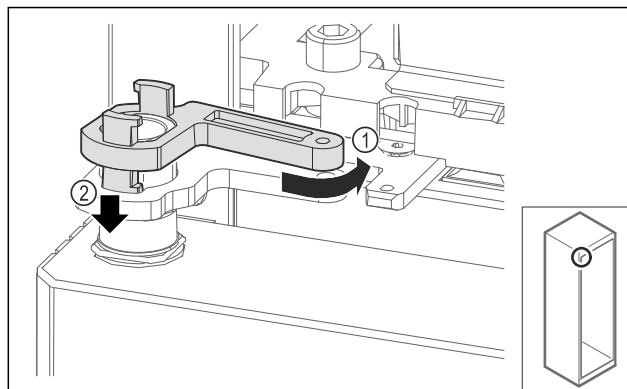

Fig. 71
- Drei låsen til lagerbukken lett tilbake Fig. 71 (1), trykk den ned Fig. 71 (2) og lås den i hengslingsvinkelen.